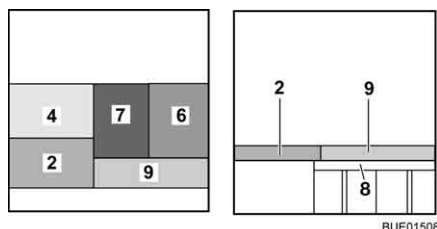

Fig. 145 Depois da transformação
- Coloque o estofa do assento (Fig. 145,7) no meio.
- Coloque o estofa do encosto (Fig. 145,6) entre o estofa do assento (Fig. 145,7) e a parede.
- Coloque o estofa adicional (Fig. 145,9) sobre o acrescento da cama.
- Coloque o estofa do encosto (Fig. 145,6) entre o estofa do assento e a parede.